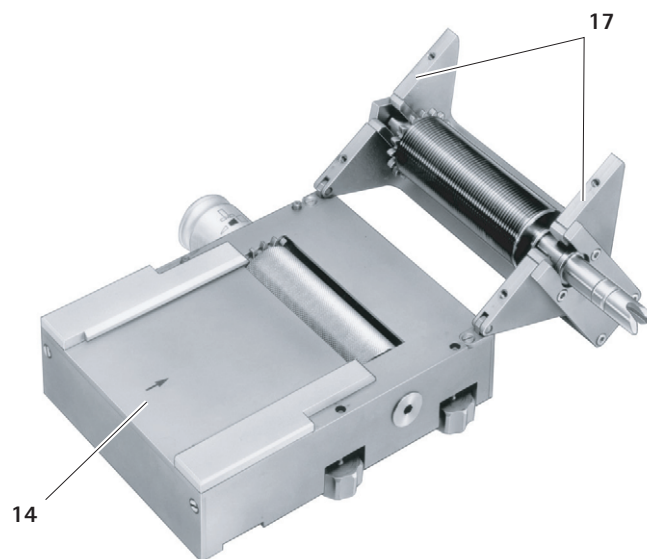

Рис. 2
- Откинуть верхнюю часть 17, см. Рис. 2.
- Захлопнуть верхнюю часть 17 на нижней 14, см. Рис. 2.